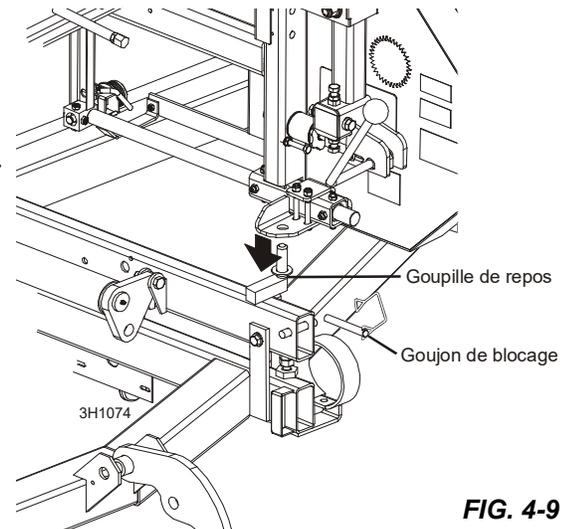

FIG. 4-9
11. Positionnez le trou de la tête de coupe au-dessus de la goupille de repos de transport. **Voir Fig. 4-9.**